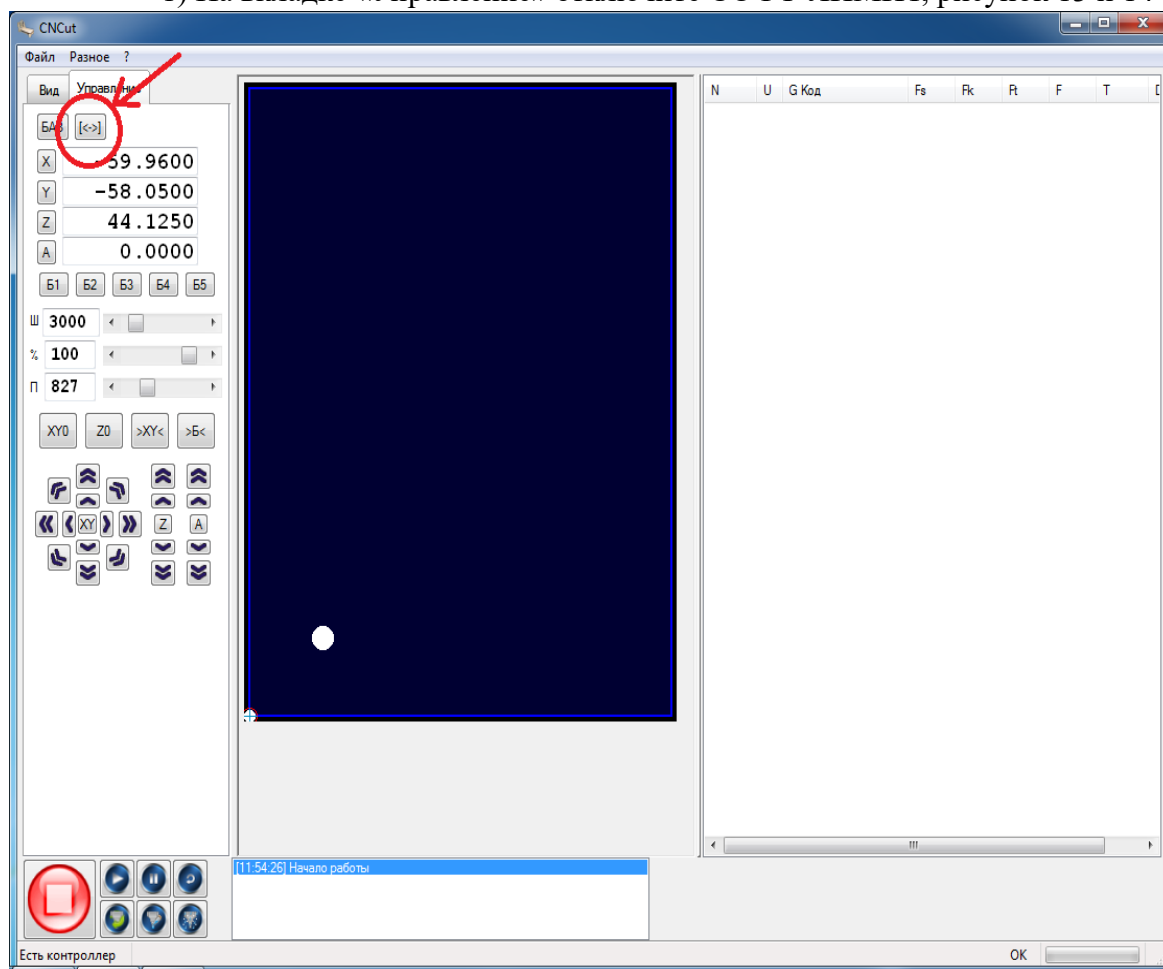

Рисунок 13. Софт- лимит включен
1) На вкладке «Управление» отключите СОФТ-ЛИМИТ, рисунок 13 и 14